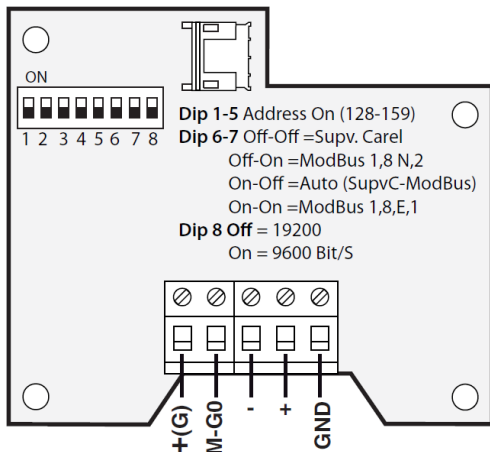
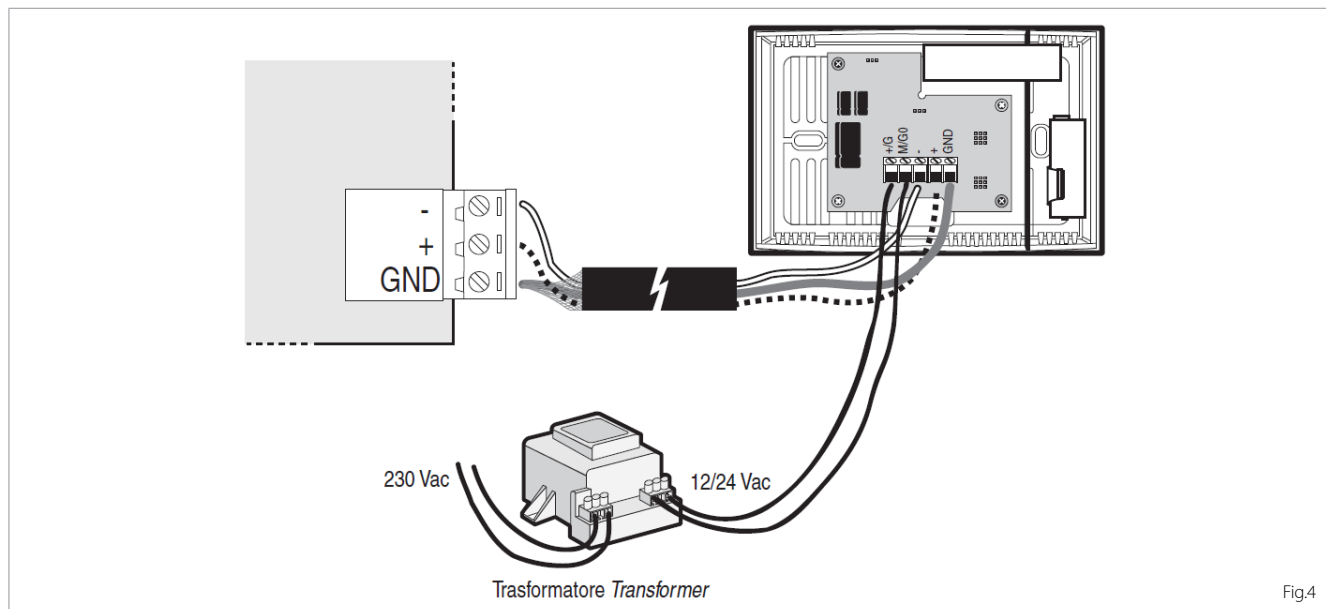

Fig.3
Fig.4
In fig. 3 sono riportati gli schemi di collegamenti per le connessioni con uscita Seriale diretta oppure optoisolata. Avvertenze:
- è da prevedere un isolamento principale rispetto all'alimentazione di rete per il controllo a cui la sonda è collegata. Per evitare errori dovuti alla corrente di alimentazione si può utilizzare un'alimentazione supplementare da un trasformatore esterno (Fig.4).
- per ridurre i disturbi di alimentazione (con versioni NON optoisolate) si può utilizzare una alimentazione supplementare da trasformatore esterno (vedi es. Fig. 4). Il trasformatore non deve essere collegato a terra e può essere posizionato dentro il quadro del regolatore, eliminando così i disturbi di alimentazione. Nel caso l'applicazione richieda più sonde seriali, deve essere previsto un trasformatore per ogni sonda. Facendo questo, la distanza max di collegamento può essere di 100 m (Fig. 3) tra sonde e 500 m in totale.
Fig. 3 shows the diagrams for the connections with direct or optically-isolated serial output. Warnings:
- *basic insulation is required from the mains power supply for the controller that the probe is connected to. To avoid errors due to the power supply current, an additional power supply from external transformer can be used (Fig. 4).*
- *to reduce the disturbance of the power supply (with versions that are NOT optically-isolated), an additional power supply from external transformer can be used (see e.g. Fig. 4). The transformer must not be earthed and may be positioned inside the controller panel, this eliminating disturbance from the power supply. If the application requires multiple serial probes, a transformer must be used for each probe. Doing this, the max connection distance is 100 m (Fig. 3) between the probes and 500 m in total.*
La configurazione degli 8 dip-switch (DP1, 8) permette la selezione della modalità di trasmissione seriale del segnale e dell'indirizzo di periferica come indicato in Fig.3:
The 8 dipswitches (DP1, 8) can be set to select the serial signal transmission mode and the address of the peripheral, as shown in Fig.3: